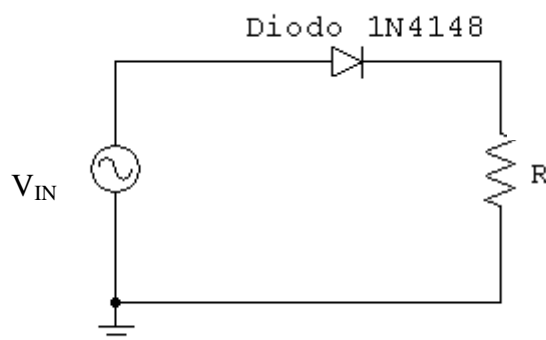
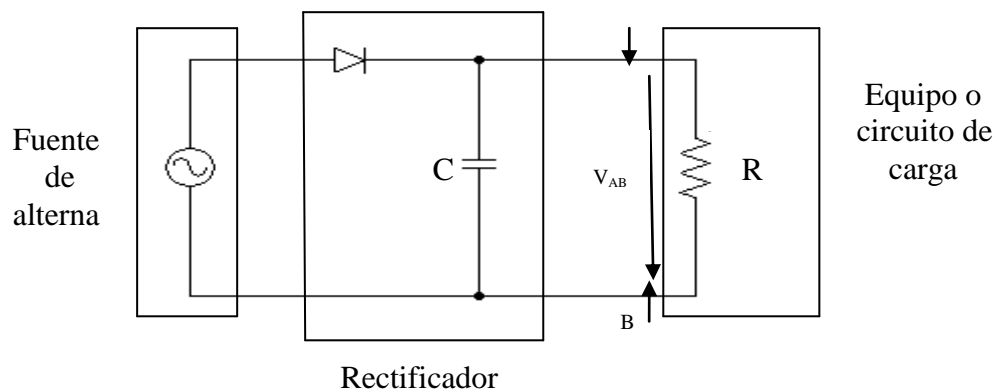

Figura 1.12
Figura 1.13 Circuito rectificador
1. Realiza el montaje de la figura 1.12, utilizando como resistencia de carga un valor de  $R = 1k\Omega$  en serie con el diodo.  $V_{in} = 10V$  senoidal,  $f=100Hz$
El circuito más simple para obtener una fuente de continua a partir de una fuente de alterna se basa en el mostrado en la Figura 1.12, al que se le añade un condensador para estabilizar la tensión (figura 1.13).